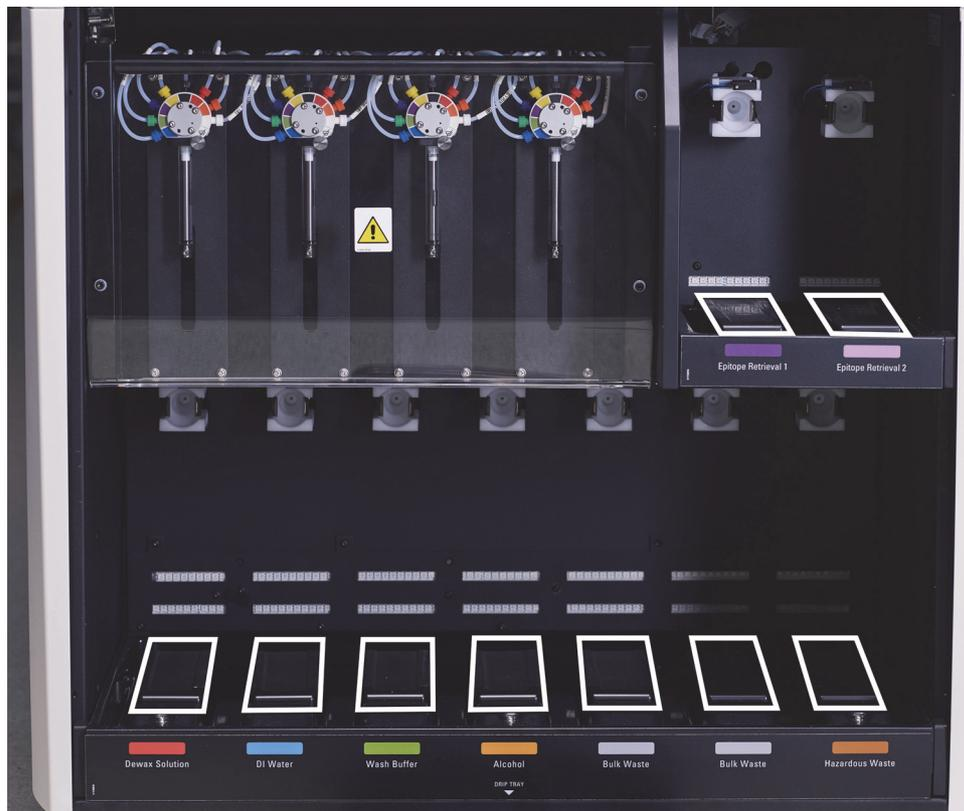

Abbildung 137: BOND-III-Auffangschalen für Vorratsbehälter mit Abdeckung der Gewichtssensoren
3. Entfernen Sie die schwarzen Abdeckungen, die die Gewichtssensoren der einzelnen Vorratsbehälter schützen (siehe Abbildung 137). Wischen Sie jede Abdeckung mit einem Tuch oder Gaze ab, das/die mit einer 70%igen Alkohollösung angefeuchtet wurde.